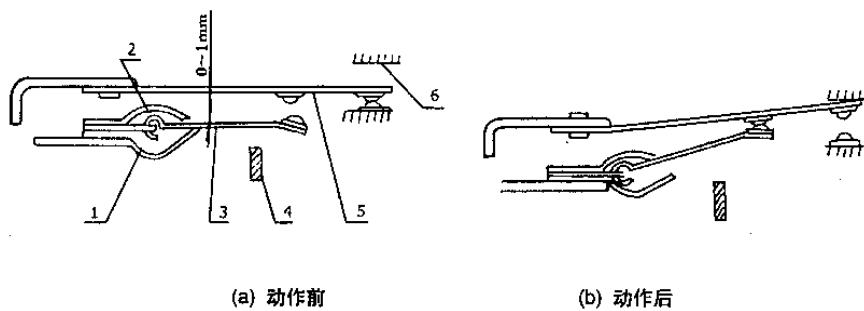

图 5 接触系统示意图
4.3.1 动断主触点压力不小于 7g，用弯曲接触片 5 来达到(参看图 5)断开后的触点间隙不小于 2mm。